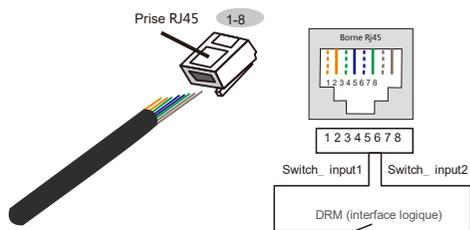

Figure 5.31 Dénudez la couche isolante et connectez le câble à la prise RJ45
2. Utilisez le dénudeur de fils réseau pour dénuder la couche isolante du câble de communication. Selon la séquence de ligne standard de la figure 5.31, connectez le fil à la prise RJ45, puis utilisez une pince à sertir pour serrer le câble réseau.